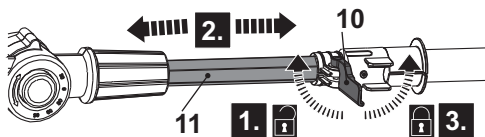

Fig. 24
1. Ouvrez le levier de verrouillage (10) (Fig. 24, étape 1).
2. Réglez à la longueur requise en tirant ou poussant sur l'extension de la perche (11) (Fig. 24, étape 2).
3. Fixez la position de l'extension de la perche (11) en remettant le levier de verrouillage (10) dans sa position initiale (Fig. 24, étape 3).